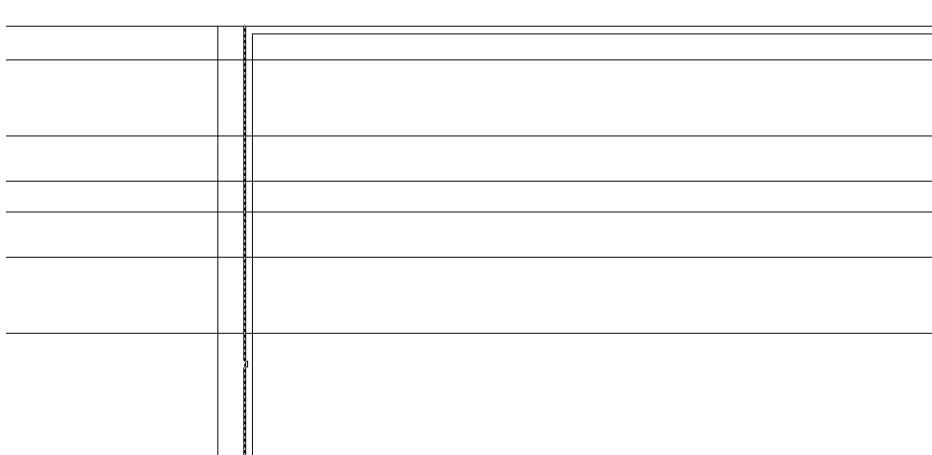

Рис. 5.52 ▼ Линия, подлежащая смещению вправо сначала на 35, затем на 110, а затем – на 125 мм
6. Теперь сместите левую вертикальную наружную границу контура стенки выдвижного ящика (рис. 5.52) вправо на 35 мм, затем на 110 мм, затем ее же – на 125 мм.